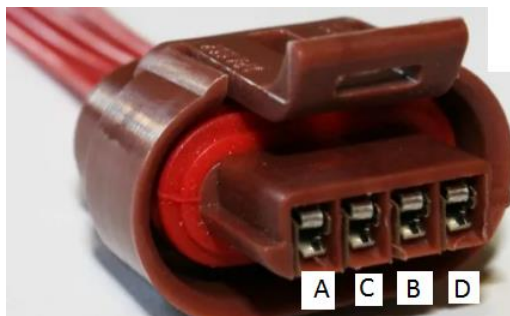

Рис. 4.7. Соединительная колодка проводов модуля зажигания
– отсоединить колодку проводов (рис. 4.7);